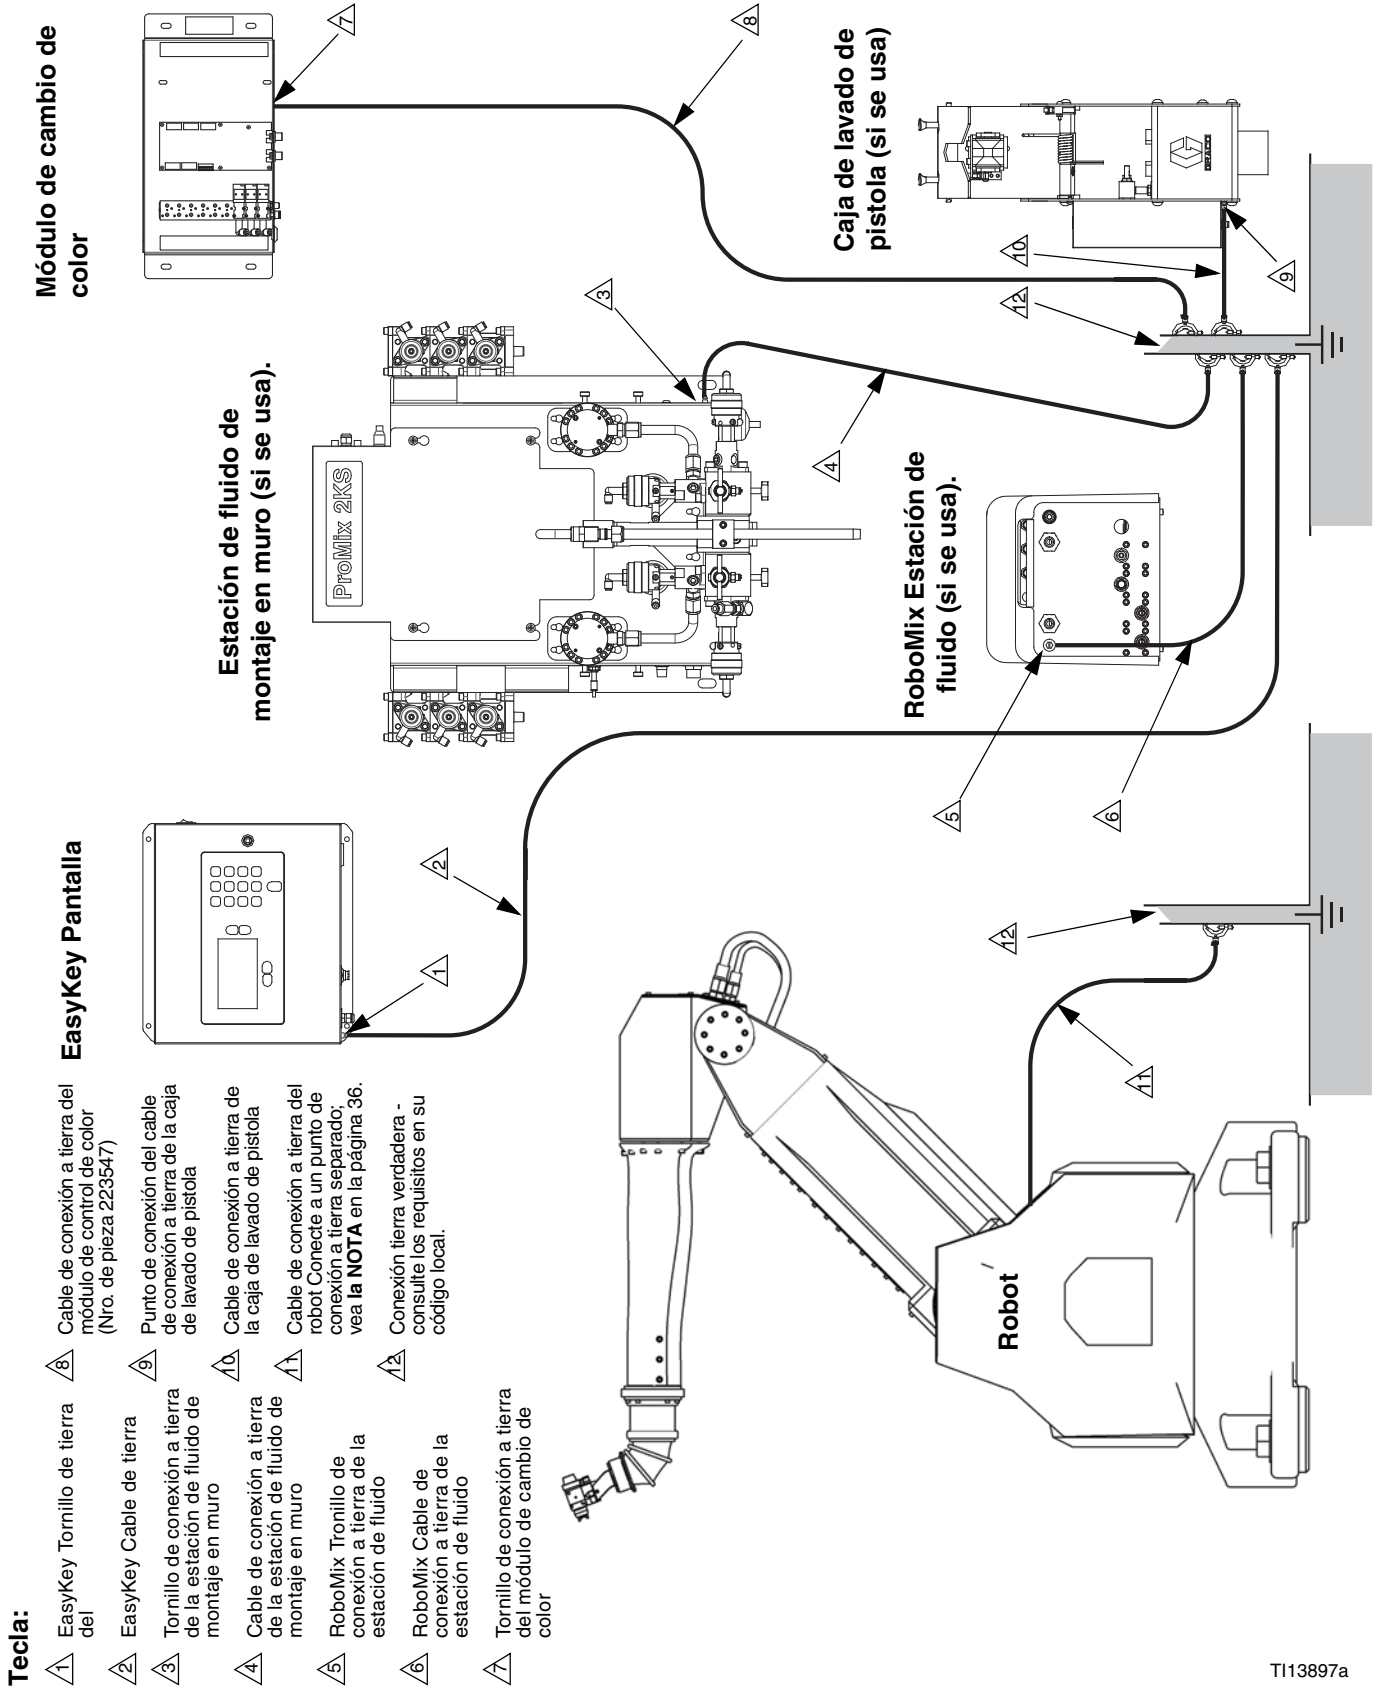

Fig. 23: Conexión a tierra
Su sistema debe estar conectado a tierra. Lea **Advertencias**, página 10. Para la seguridad intrínseca, todos los cables de conexión a tierra para el EasyKey, la estación de fluido y la caja de lavado de pistola deben estar conectados a la misma tierra verdadera. Ver FIG. 23, página 37.
Conecte un cable a tierra desde el tornillo de montaje hasta una toma a tierra verdadera. Vea EasyKey FIG. 23.
Conecte un cable de conexión de tierra desde la lengüeta de tierra de la caja de lavado de pistola a una tierra verdadera. FIG. 23.
Conecte un cable a tierra desde el tornillo de conexión a tierra de la estación de fluido de montaje en muro hasta una conexión a tierra verdadera. FIG. 23.
Conecte un cable de conexión a tierra desde la lengüeta (Y) de tierra de la estación del operario a una tierra verdadera. RoboMix FIG. 23.
Conecte un cable a tierra desde el tornillo de conexión a tierra del módulo de cambio de color hasta una conexión a tierra verdadera. El cable y la abrazadera de conexión a tierra, N° pieza 223547, pueden pedirse a Graco. FIG. 23.